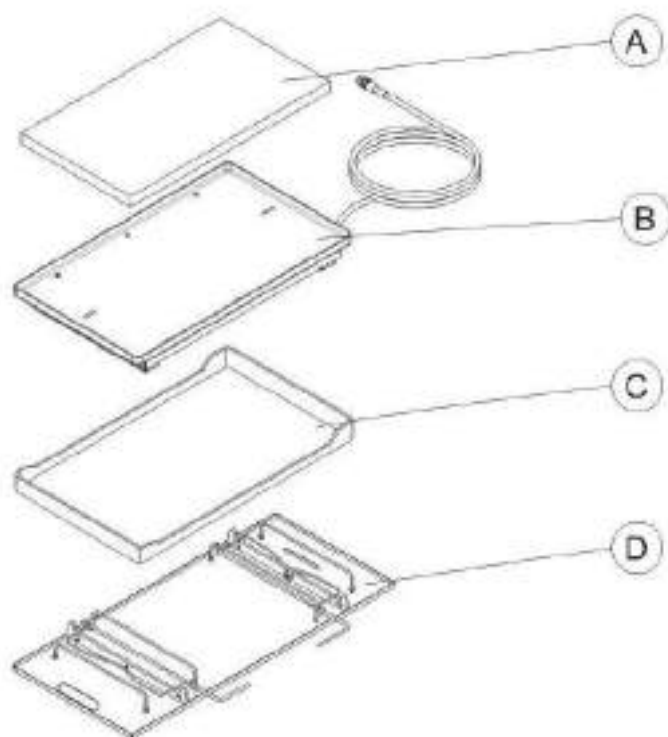

Figura 102 – Instalação da balança
1. O Colchão (A) deve ser colocado sobre a bandeja da balança (B) que deverá ser colocada sobre a bandeja do leito (C), em seguida posicionar todo o conjunto sobre a plataforma da incubadora (D). Ver figura 102.